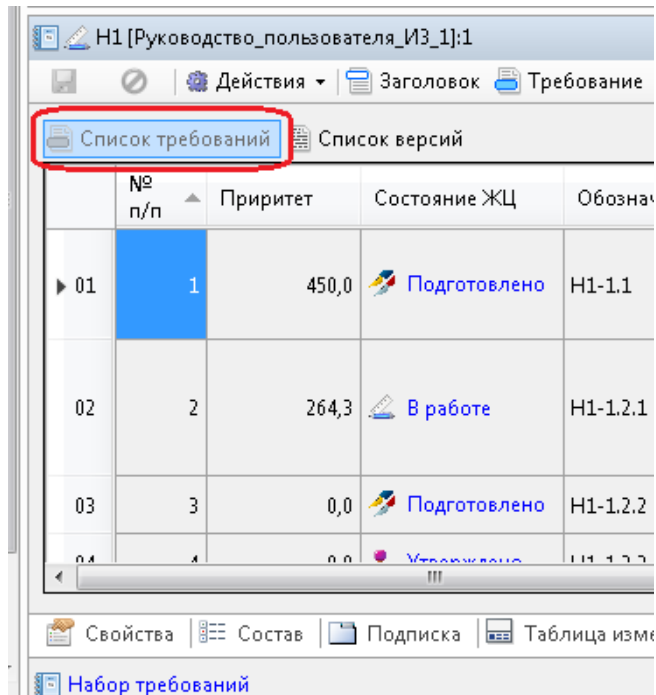

Рисунок 49 — Окно списка актуальных версий всех требований набора
- выбрать функцию «Список требований», расположенную над таблицей (Рисунок 49).